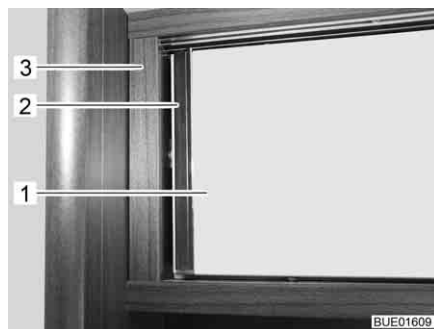

Bild 70 Skåplucka med trycklås
- Tryck på skåpluckan (Bild 70,1) vid handtaget (Bild 70,2) mot skåpkroppen (Bild 70,3). Skåpluckan är upplåst.